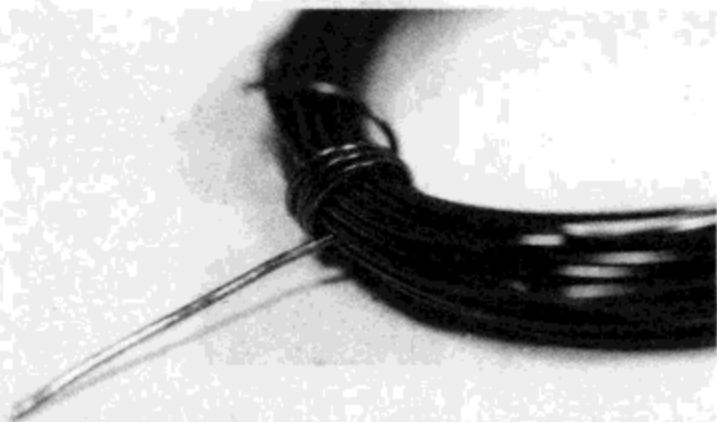

图6.1 两端被刮掉绝缘层的电线
(4) 以  $45^\circ$  角，用小刀剥掉电线两端一面的绝缘层（图 6.1）。